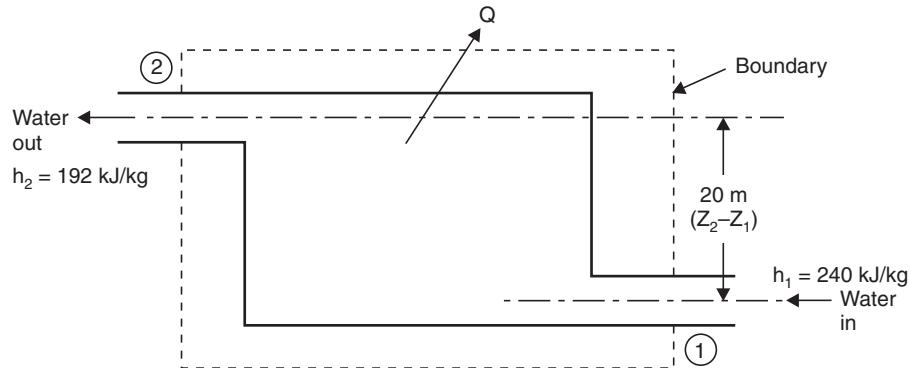

Fig. 2.50
**Solution.** Refer Fig. 2.50.